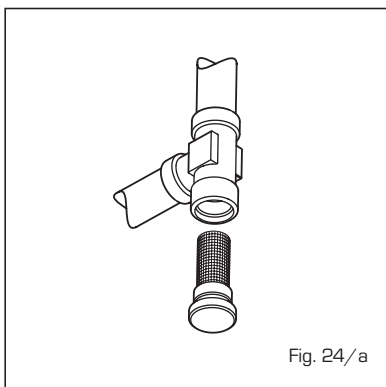

Fig. 24/a
4.7.1 Função limpa-chaminés (fig.24)
4.7.2 Limpeza do "Aqua Guard Filter System" (fig. 24/a)